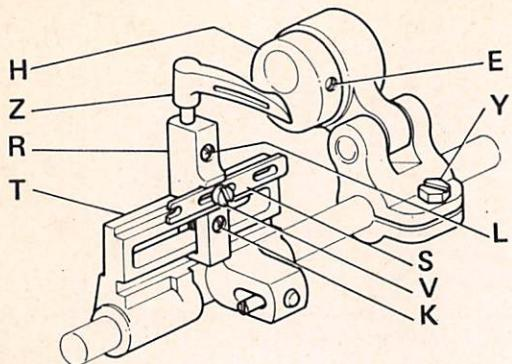
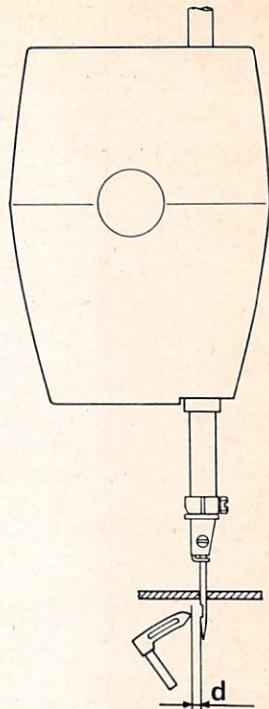

Fig. 23
Fig. 24
- Inserire fino in fondo i crochet Z nell'apposita sede e bloccarli leggermente con la vite L (fig. 23).
- Allentare le viti K e V che bloccano i porta crochet R e la piastrina S (fig. 23)
- Portare gli aghi al punto morto inferiore, allentare le viti Y (fig. 23) e, agendo sul supporto dei porta crochet T, eseguire la quota "d" di mm 2,5 dalla punta dei crochet agli aghi (fig. 24).
- Per ottenere questa condizione, bisogna allentare i grani E dell'eccentrico H (fig. 23) e ruotarlo fino ad ottenere la posizione illustrata in fig. 26.
- Bloccare quindi i porta crochet mediante le viti K e la piastrina di unione mediante le viti V . Stringere a fondo le viti L serraggio crochet (fig. 23).
- Fit loopers Z right down in their seat and grip them lightly with screw L (fig. 23)
- Slacken screws K and V that fasten looper holders R and plate S (fig. 23)
- Bring the needles to the bottom dead point, slacken screws Y (fig. 23) and, moving looper holder bracket T, set distance "d" of 2.5 mm. from point of loopers to needles (fig. 24)
- To obtain this setting, grub screws E of eccentric H (fig. 23) must be slackened and the eccentric must be turned until it is in the position shown in fig. 26
- Then lock looper holders by means of screws K and coupling plate by screws V. Fully tighten looper locking screws L (fig. 23).